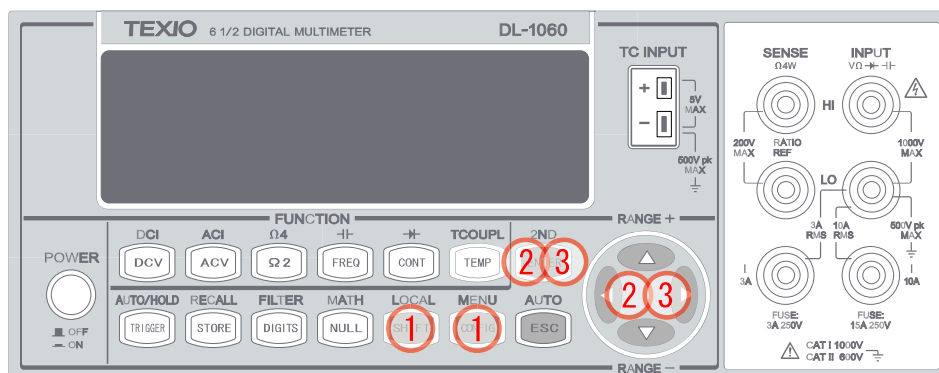

図 3-22
- ① SHIFT + CONFIG ボタンを押します。
- ②  $\leftarrow$ ・ $\rightarrow$ ・ENTER ボタンを使い、TRIG SYS > DELAY > MANUAL の順に移動し、トリガデレイ設定モードにします。
- ③ トリガデレイの値の設定は、 $\Delta$ ・ $\nabla$ ボタンを使い希望の数値に、 $\leftarrow$ ・ $\rightarrow$ ボタンで桁を移動します。ENTER ボタンを押して値を決定します。(トリガデレイは0から3600秒の間で設定が可能です)
- 使用するボタンを図 3-22 に示します。